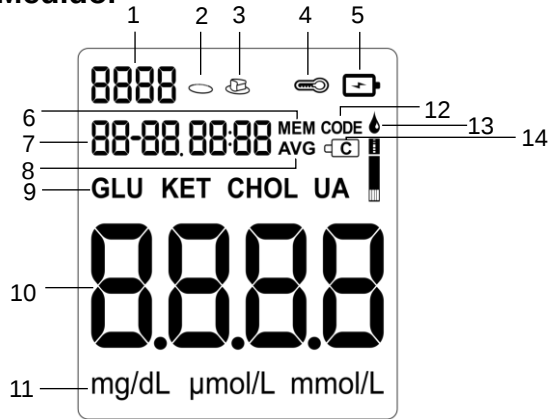

Fig. 3.4
- 1) Instale 2 baterías AAA nuevas, el medidor se encenderá automáticamente y todos los íconos se mostrarán durante aproximadamente 2 segundos. (Consulte la Fig. 3.4), luego el medidor ingresará a la configuración de “**Año**”.